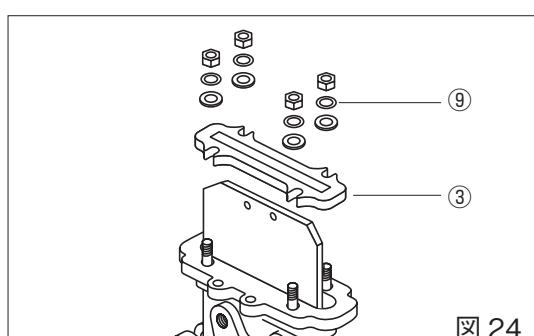

図 24
3. グランドの取り外し：ボルトナット⑨を外し、グランド③を取り外します。(図 24)